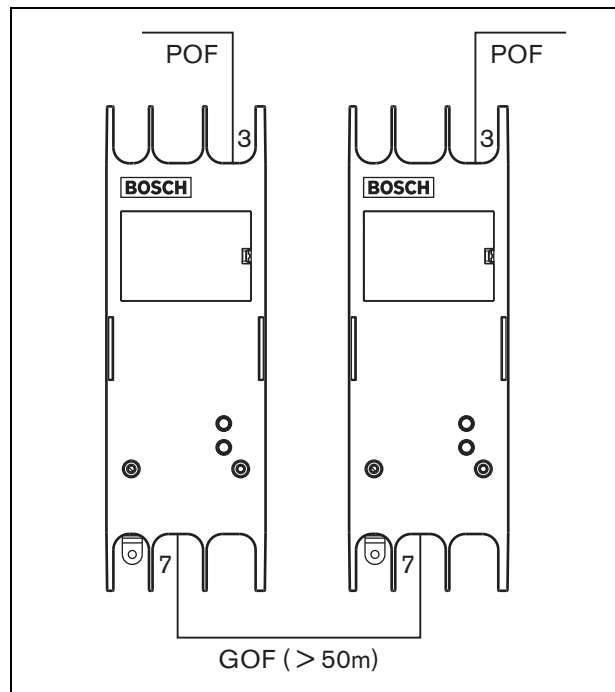

рисунок 32.4: Использование волоконно-оптических интерфейсов
Если вы хотите соединить две части оборудования, расположенные на расстоянии более 50 метров друг от друга, вы должны использовать волоконно-оптические интерфейсы PRS-FIN(NA) или PRS-FINS и стеклянные оптические волокна (GOF) (см. рисунок 32.4).